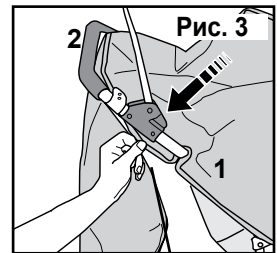

Рис. 3
4. Вставьте гайку М6 (I) в 6-гранное углубление в задней оси и плотно закрутите винт (Н) с помощью крестовой отвертки Phillips (рис. 3).
Безопасные навес стороны вокруг коляской ручки по обеспечению крюк и петля крепеж с каждой стороны (рис. 3).
5. Снимите заднюю (короткую) дугу капюшона. Для этого нажмите на кнопку фиксатора (1) и потяните дугу вверх (2) (рис. 3).
7. Снимите основную (длинную) дугу капюшона. Для этого нажмите на кнопку фиксатора (1) и потяните дугу вверх (2) (рис. 3).